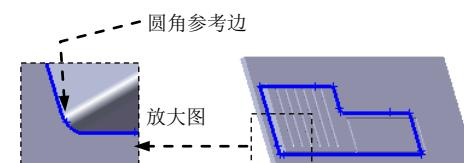

图 17.7.33 选取圆角 3 参考边
Step17. 创建图 17.7.33 所示的圆角 3。选择下拉菜单 **插入(I) → 特征(E) → 圆角(U)...**
圆角(U)... 命令；选取图 17.7.33 所示的边线为圆角的参考边，输入半径值 2。